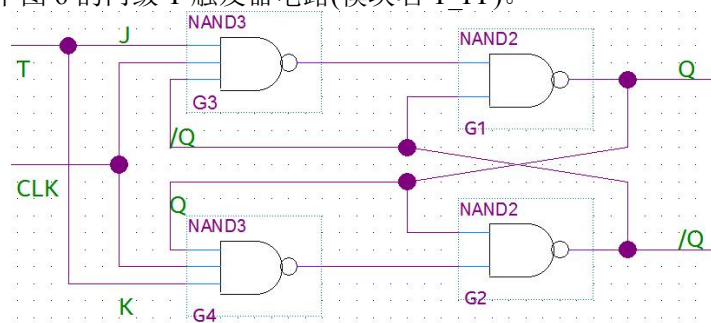

图 6 T 触发器电路图
12.用 Verilog 描述下图 6 的门级 T 触发器电路(模块名 T\_FF)。